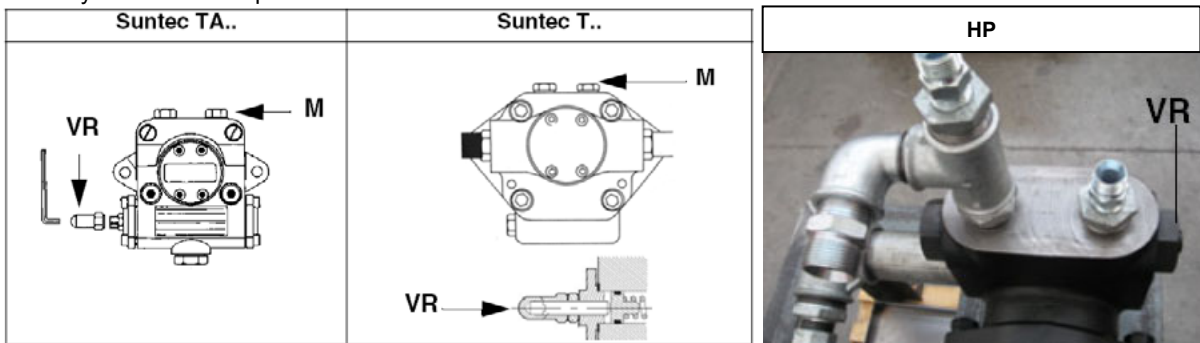

Рис. 15
2. Выпустить воздух со штуцера (M) манометра насоса (Рис. 15), слегка расслабив резьбу, но не снимая его; отпустить контактор.
2. Давление подачи топлива на форсунку уже настроено на заводе-изготовителе и не должно меняться! Только в случае необходимости, регулировать давление на подаче (см. Соответствующий параграф) следующим образом: вставить манометр в указанное на рисунке место, воздействовать на регулировочный винт VR насоса (см. Рис. 15 и параграф “Насосы”) пока не получите на форсунке давление в 25 бар (см. Таблицу/график на стр. 46)